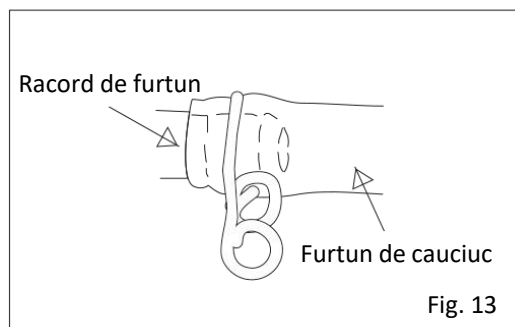

Fig. 13
7. Împingeți furtunul de cauciuc pe racordul de furtun până la capăt. Nu folosiți un furtun din plastic de vinil, deoarece poate fi periculos. Fixați furtunul cu ambele părți ale clemei de furtun (Fig.13). Aveți grijă ca furtunul de cauciuc să nu atingă o parte a aragazului cu gaz și nici să nu se afle sub acesta.